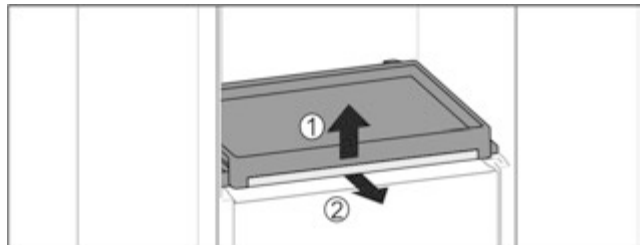

Fig. 49
- ▶ Витягніть витяжну панель зі скляною полицю: Підніміть трохи скляну полицю спереду Fig. 49 (1) та витягніть вперед Fig. 49 (2).